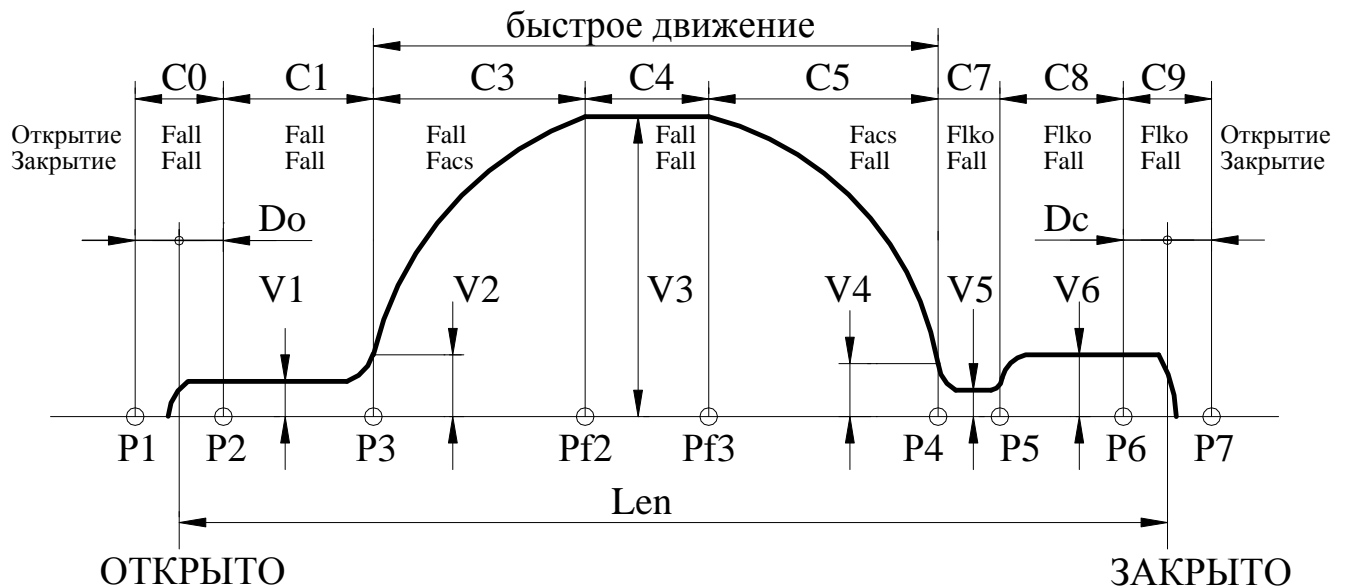

Рис.6. Траектория движения, осуществляемая с помощью БУАД.
- **Е0L** – переезд зоны полного открытия (**С0, рис.6**) или полного закрытия (**С9, рис.6**). *Синхронизация* в этом случае выключается. Ошибка сбрасывается при смене кода направления движения. При повторном неоднократном возникновении данной ошибки нужно провести **измерение проема**, если затем эта ошибка все равно будет возникать, необходимо проверить механику привода.